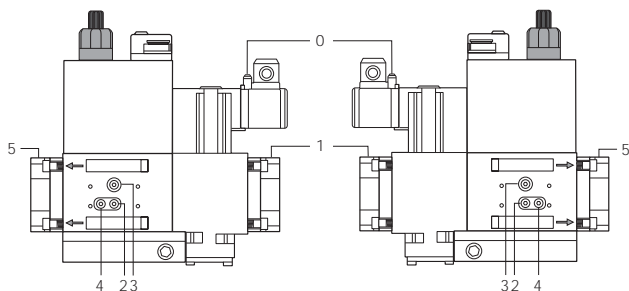

Рис. 32
- Чистить или менять, если разница давления между точками 1 и 2 (Рис. 32.)  $\Delta p > 10$  мбар.